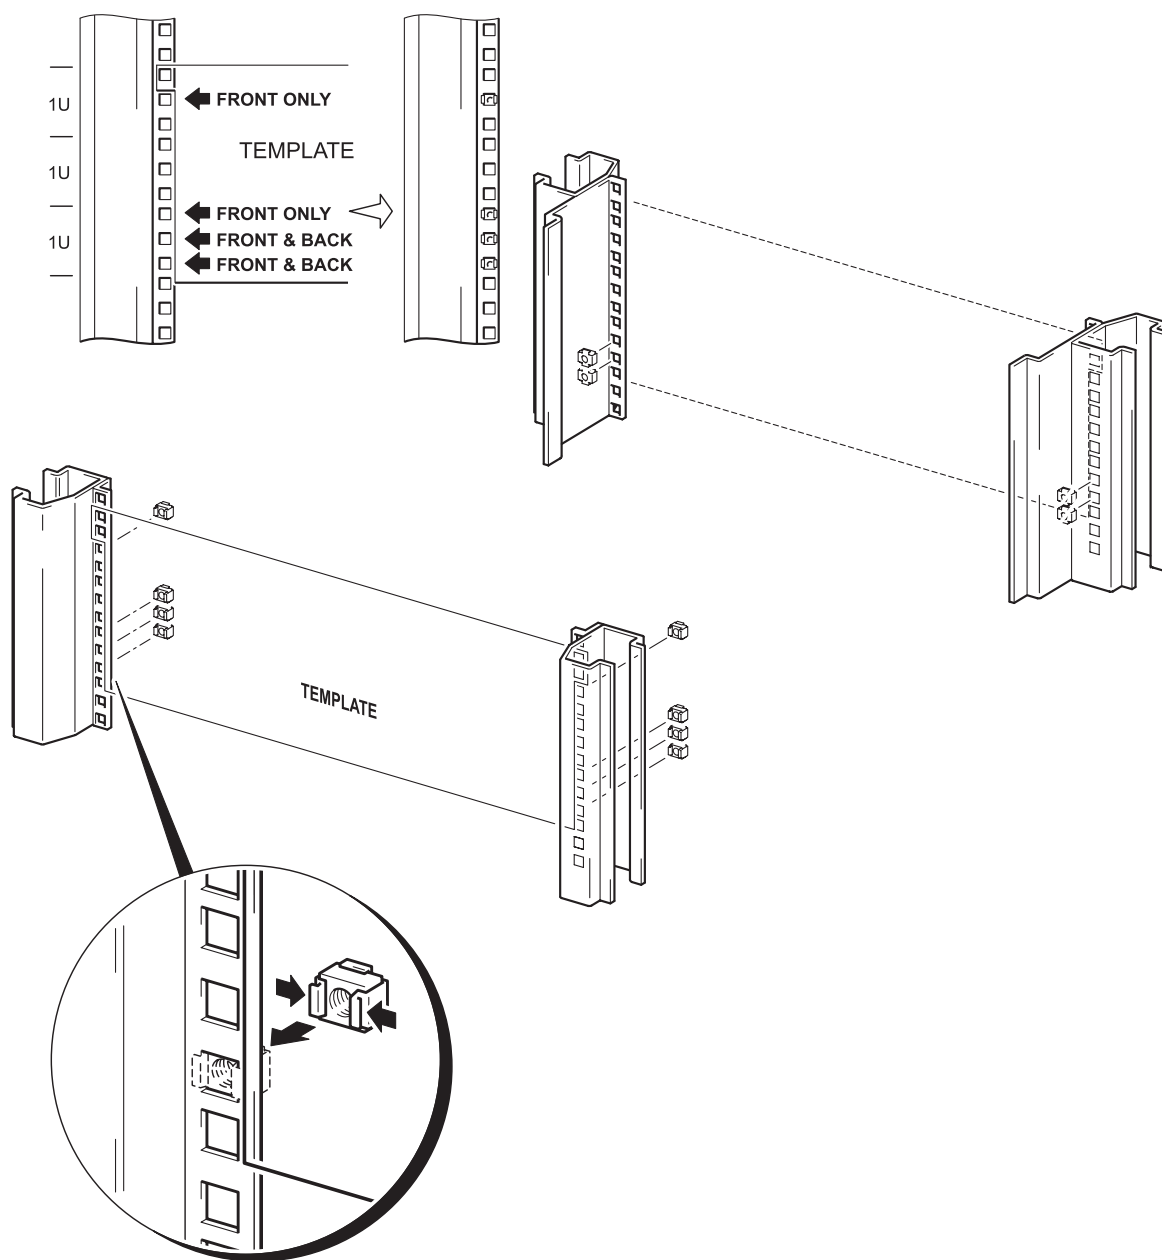

図 2b: M6 ケージ・ナットの取付け（角穴付きラック）
- 3 図 2b に示すように、最初に 8 個のケージ・ナット（片側 4 個ずつ）を「FRONT ONLY」または「FRONT & BACK」と記された黒矢印が指す場所に取り付けます。取り付けの際は、ケージ・ナットの側面を押し込むようにして、支柱の内側から角穴に挿入します。ケージ・ナットには弾力があります。必要であればドライバを使って、ケージ・ナットを所定の位置まで押し当てます。